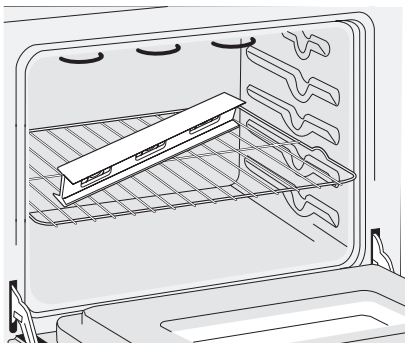

Figura 9: Nivelación
1. Instale una parrilla en el centro del horno superior (vea la figura 9).